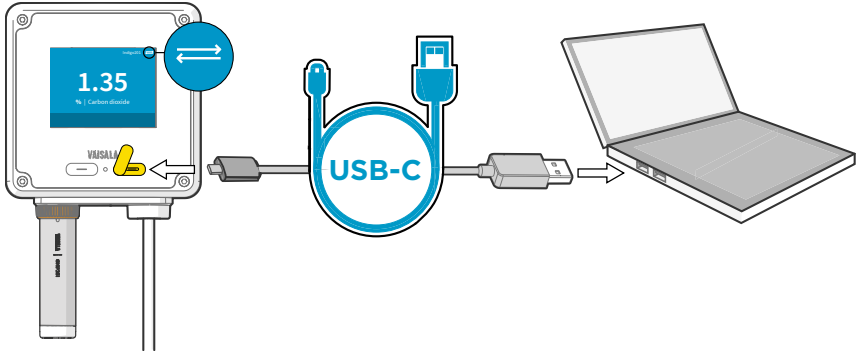

図 20 Indigo200変換器をInsightソフトウェアにUSB-Cケーブルで接続する
5. ディスプレイ付きの変換器モデルでは、USBケーブル接続がアクティブな場合、USB接続アイコン（図 20 \(ページ 47\)を参照）が変換器ディスプレイの右上隅に表示されます。